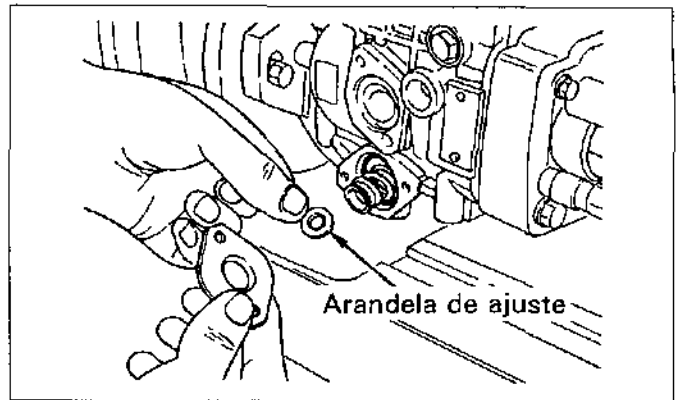

Figura.15-18 Ajuste del distribuidor
(4) El pistón del variador se mueve contra el anillo del pistón del variador a medida que aumenta la presión interna al aumentar la velocidad de la bomba. La tensión del resorte se regula mediante arandelas de ajuste colocadas a ambos lados del resorte. Reduciendo el espesor de las arandelas el pistón podrá desplazarse para poder actuar a una presión interna inferior, y por lo tanto a una velocidad más baja de la bomba. Al aumentar el espesor de la arandela de ajuste, se obtiene el efecto opuesto en el desplazamiento del pistón. (Vea la figura.15-18)